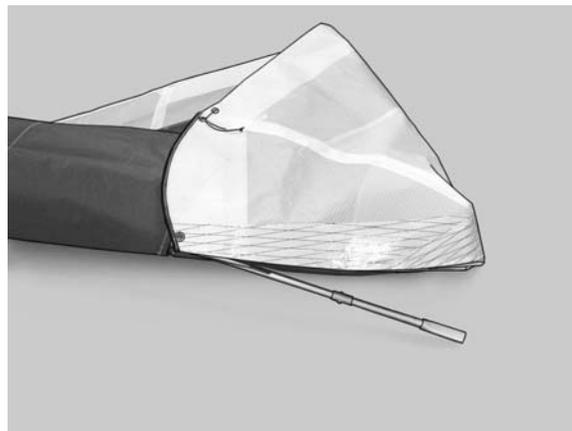

Рисунок 28
9. Подверните концевую часть обшивки как показано на рис. 28, сверните ее и наденьте защитные чехлы на концевые части крыла.
13. Разверните обшивку, вытянув часть обшивки, оказавшейся в результате сведения полукрыльев между боковой и килевой трубой, наружу, в сторону от килевой трубы. Подверните обшивку, как показано на рис.28